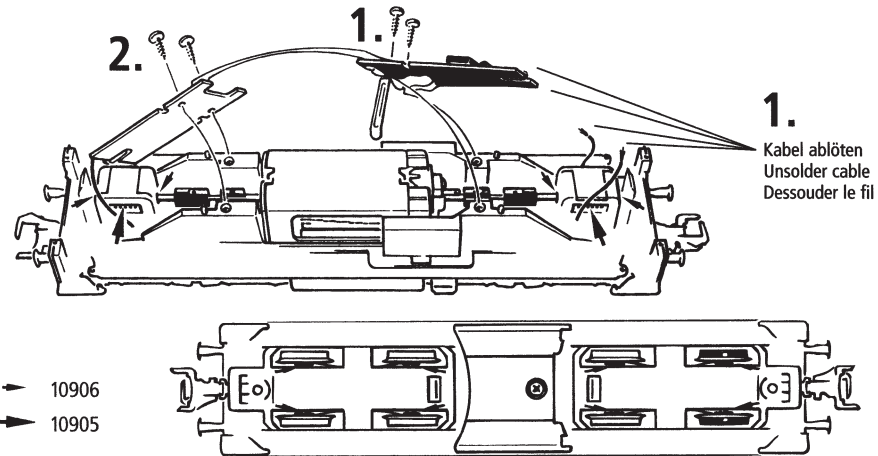

Fig. 8
1. Reinigung der Radstromkontakte: Radstromkontakte können auf unsauberen Schienen leicht verschmutzen. Bitte **entfernen Sie vorsichtig** mit einem kleinen Pinsel **den Schmutz** an den in Fig. 8 gekennzeichneten Stellen. Dazu zuerst die Drehgestellblenden abnehmen (Fig. 4).
5. Haftreifenwechsel: Zuerst die Drehgestellblenden abnehmen (Fig. 4). Danach den **Radsatz** herausnehmen und den **Haftreifen** mit einer Nadel oder einem feinen Schraubendreher abziehen (Fig. 8). Beim Aufziehen des neuen Haftreifens bitte darauf achten, dass dieser sich **nicht verdreht**.
Les lames de contact risquent de s'encrasser rapidement sur des voies poussiéreuses. Démontez d'abord le couvercle du carter des engrenages (fig. 4). Veuillez **enlever la poussière** aux endroits marqués à la fig. 8 à l'aide d'un petit pinceau souple.
5. Échange des bandages d'adhérence: Démontez d'abord le **couvercle du carter** des engrenages (fig. 4). Délogez ensuite les essieux bandagés et enlevez, à l'aide d'une aiguille ou d'un tourne-vis fin les bandages d'adhérence (fig. 8). Lors du montage des nouveaux bandages veuillez veiller à ce que les bandages **ne soient pas tordus**.
1. Cleaning of wheel contacts: Wheel contacts easily get dirty on tracks which are not entirely clean. Use a small brush to **remove dirt** from spots marked in fig. 8. Prior to cleaning the remove gear cover (fig. 4).
5. Change of traction tyre: Remove **gear cover** (fig. 4). Take out **wheel set** and remove **traction tyre** using a pin or a fine screwdriver (fig. 8). When pressing on the new traction tyre please **avoid twisting it**.